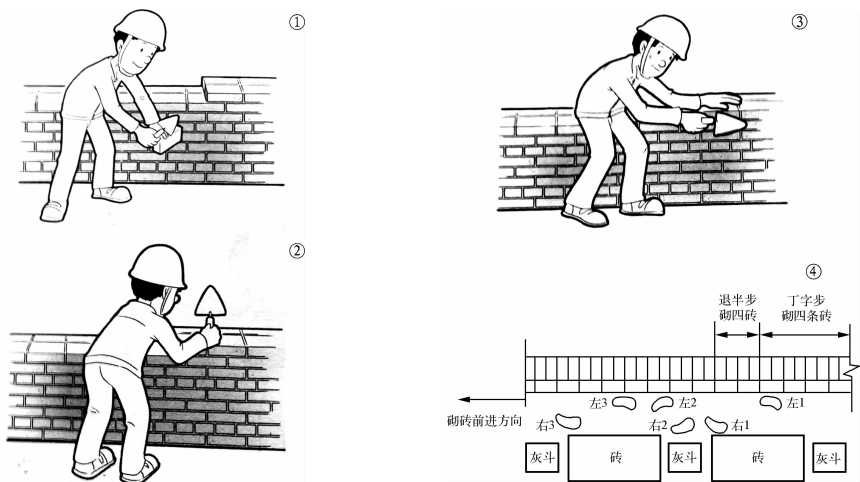

图 1-43 一顺一丁砌砖步法
(1) 一般的步法:操作者背向前进方向,退着往后,斜站成约 0.8 m 的丁字步,以便随着砌筑步位的变化,取砖、铲灰时身体能转动灵活(图 1-43)。